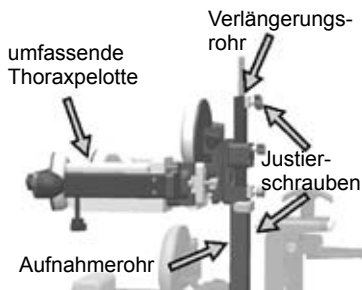

Abb. 6
- Schieben Sie das Verlängerungsrohr durch die entsprechende Aufnahme an der umfassenden Thoraxpelotte (Abb. 6).
- Dann das Verlängerungsrohr in das obere Ende des Aufnahmerohrs schieben. Die Polster auf die passende Höhe einstellen und beide Justierschrauben anziehen (Abb. 6).